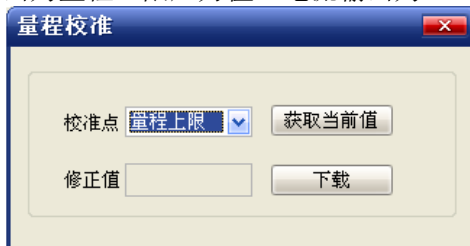

图5.6 量程校准-校准量程上限
- ② 变送器加标准的量程上限值压力，待压力稳定后，选择校准点“量程上限”，如图 5.6 所示，点击“获取当前值”，在“修正值”中显示校准数据，点击“下载”，这时实际压力输出为量程上限压力值，电流输出为 20 mA；